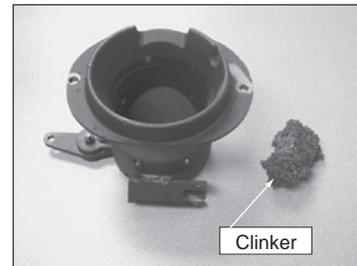

Figure 12.1 - Clinker
- b. Tirez la tige de nettoyage pot à feu OUT et dans une couple de fois pour aider à secouer les débris. Voir la figure 12.1 page 12.